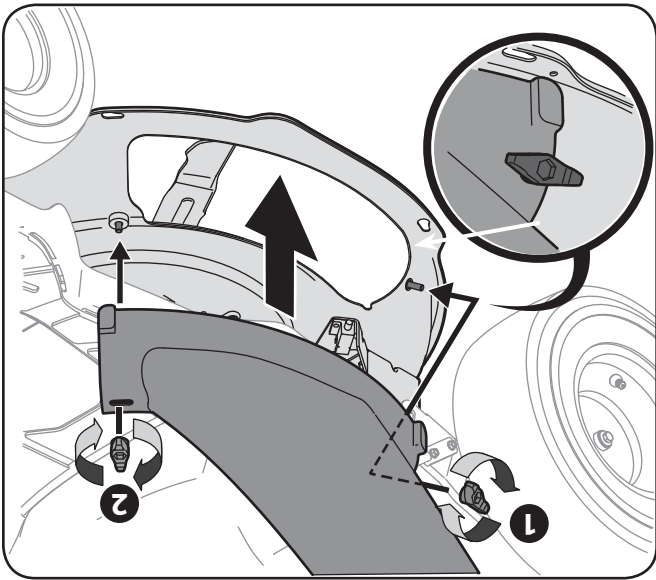

Figure 4-7
Installez la goulotte sur le plateau de coupe du tracteur en abaissant la goulotte sur les boulons de montage du plateau, comme illustré sur la Figure 4-7.
Fixez le boulon de montage arrière à l'aide d'un écrou papillon (1) et fixez ensuite le boulon de montage avant à l'aide d'un deuxième écrou papillon (2). Voir Figure 4-7.